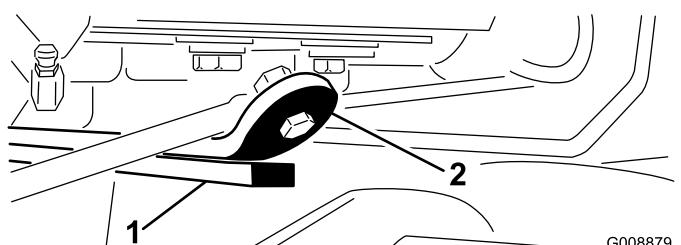

Figure 28
- 3. Mettez le moteur en marche, élévez les bras de relevage et vérifiez que l'écartement entre le segment d'usure sur le dessus de la barre d'usure du plateau arrière et la bride de butée est compris entre 0,51 et 2,54 mm (Figure 28).